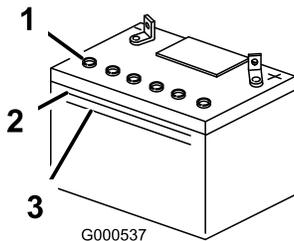

Figura 43
1. Mire hacia el lateral de la batería. El electrolito debe llegar a la línea **superior** (Figura 43). No permita que el electrolito esté por debajo de la línea inferior (Figura 43).
3. Retire los tapon de ventilación de la batería (Figura 43).
4. Vierta lentamente agua destilada en cada célula de la batería hasta que el nivel de electrolito llegue a la línea superior (Figura 43) de la caja de la batería.
5. Espere de cinco a diez minutos después de llenar las células de la batería. Añada agua destilada, si es necesario, hasta que el nivel de electrolito llegue a la línea superior (Figura 43) de la caja de la batería.